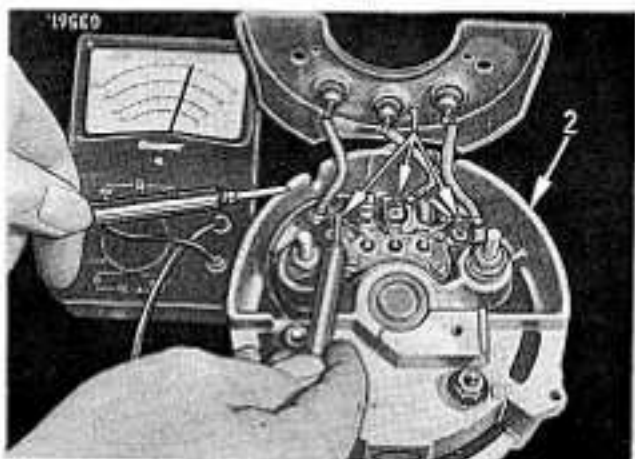

Bild 230
Den positiven Taster eines Ohmmeters an jeweils eine Lötflahn (1) Bild 230, den negativen Taster an Lichtmaschinenmasse anhalten. Hierbei muß das Ohmmeter den Widerstandswert der einzelnen Dioden anzeigen.